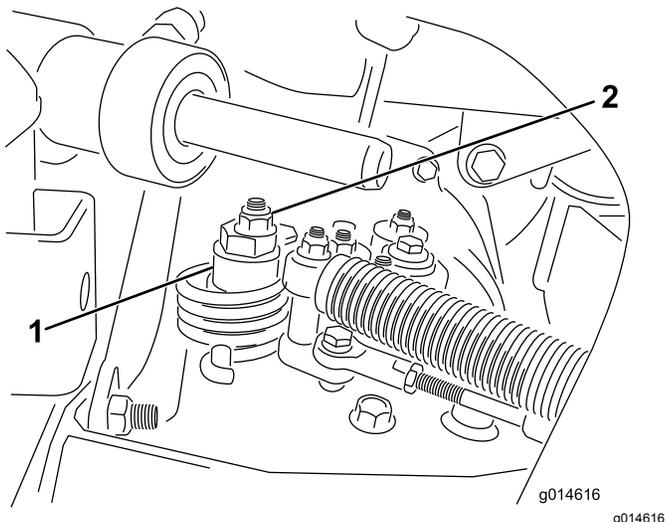

Рисунок 31
- A. Ослабьте контргайку крепления эксцентрика к верхней части гидростата (Рисунок 31).
- C. Поворачивайте эксцентрик до тех пор, пока не прекратится медленное вращение колеса в любом направлении. Когда колесо перестанет вращаться, затяните гайку, которая фиксирует эксцентрик и регулировку (Рисунок 31). Проверьте регулировку при положениях дроссельной заслонки МЕДЛЕННО и БЫСТРО.